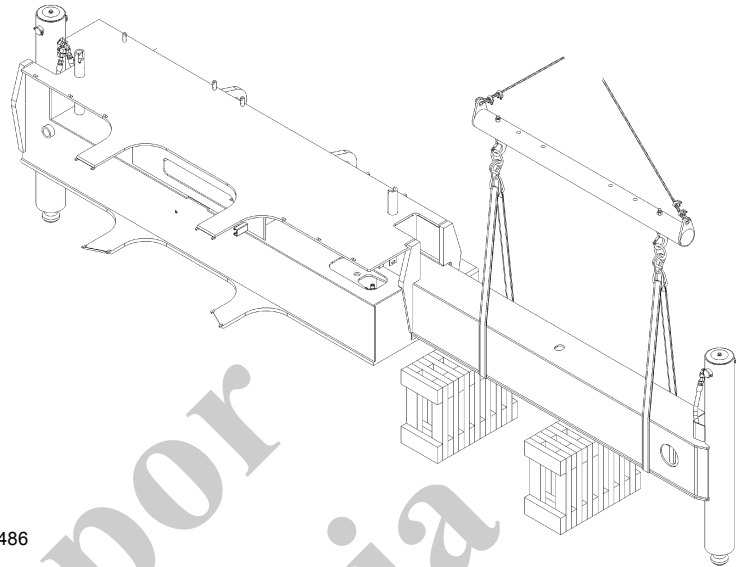

FIGURA 8-31
8. Después de fijar un dispositivo de levante adecuado con tiras o correas (Figura 8-31) en lugar de cadenas para evitar melladuras en los bordes inferiores de la viga de estabilizador, saque la viga de la caja, reajustando el equipo de levante para evitar que el cilindro de extensión se salga de la viga cuando ésta queda libre de la caja del estabilizador.